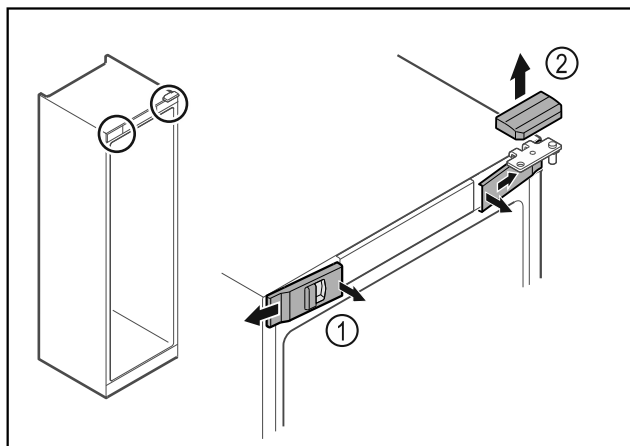

Fig. 16
- Descajar las cubiertas delanteras Fig. 16 (1) del interior y dejarlas a un lado.
- Retirar hacia arriba la cubierta superior Fig. 16 (2).